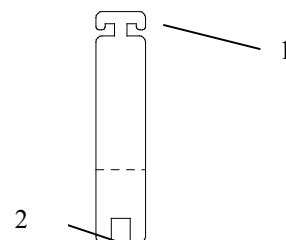

fig. 5b
- Las piezas accesorias del criostato están situadas en el soporte del pie del aparato en una caja de cartón aparte. Allí se halla también la herramienta (fig. 5b.2) para ajustar la altura de las ruedas del criostato.